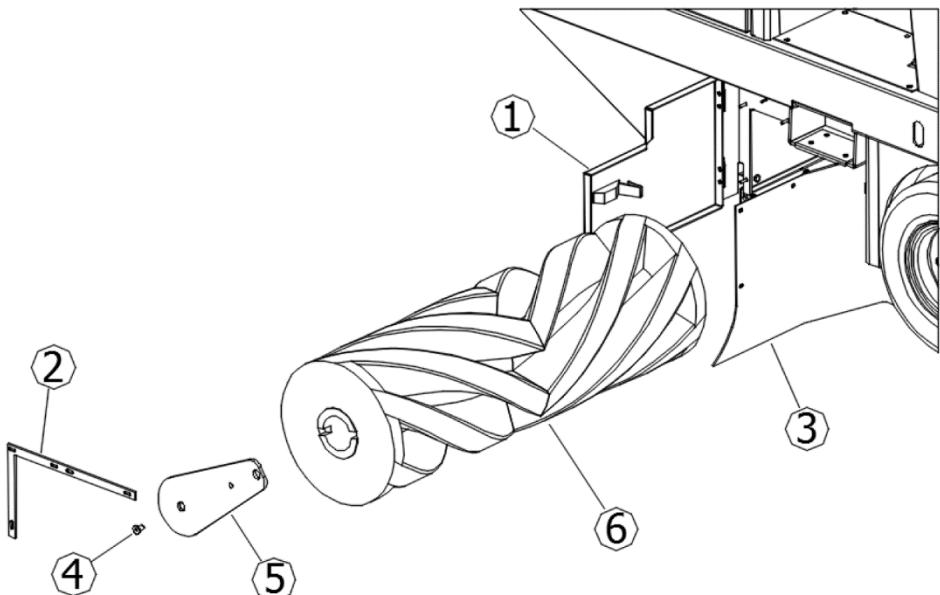

Figura 45
- Aprire lo sportello laterale destro (Part. 1 Figura 45)
- Smontare il fermo-flap destro (Part. 2 Figura 45)
- Spostare il flap (Part. 3 Figura 45)
- Togliere la vite (Part. 4 Figura 45)
- Togliere il braccio di supporto (Part. 5 Figura 45)
- Togliere la spazzola vecchia (Part. 6 Figura 45)